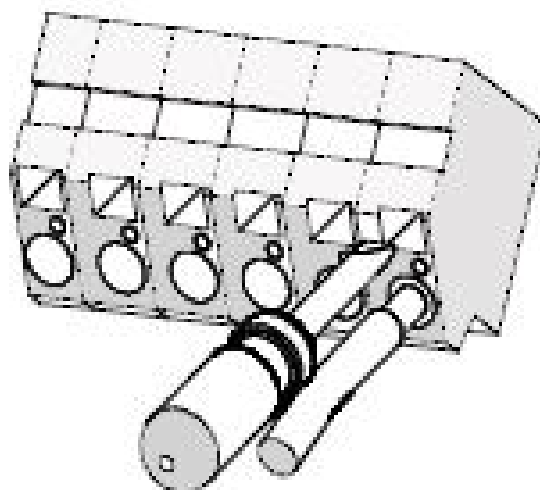
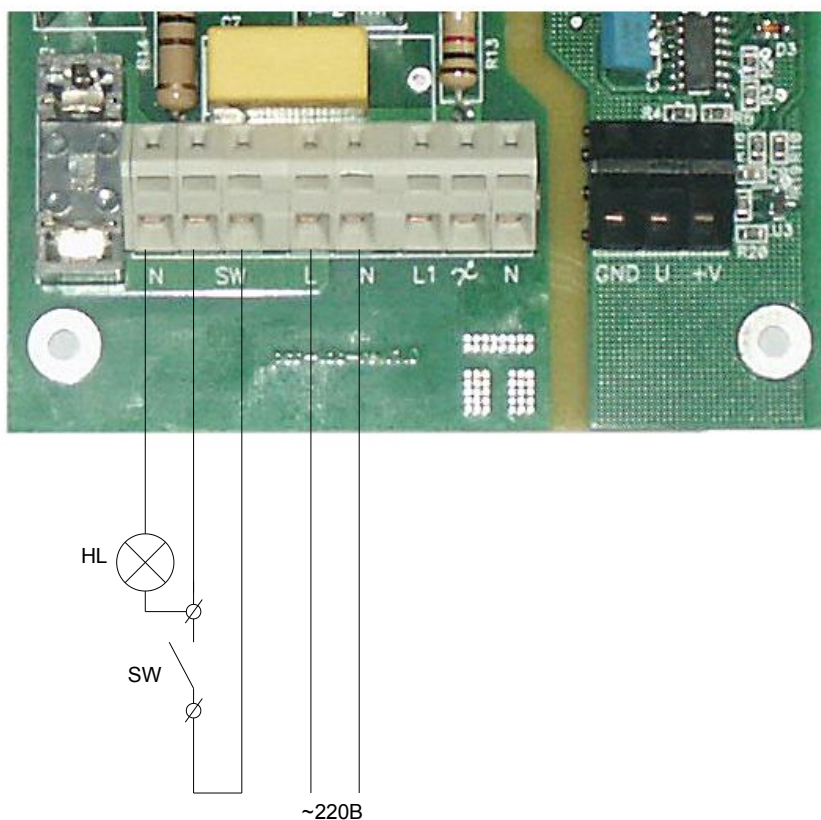

Рис. 2 Использование безвинтовых клеммных колодок
Рис. 3 Подключение прибора к сети 200-255В, 1 фаза, 50-60Гц.
Сеть должна подключаться к клеммам (L), (N), как показано на Рис. 3. Напряжение питания: 200-255В переменного тока, 50-60 Гц. В приборе применена клеммная колодка безвинтового типа. Для открытия зажима вставьте отвертку в верхний прямоугольный паз и нажмите до открытия зажима, как показано на Рис. 2. Вставьте провод в нижнее прямоугольное отверстие в корпусе клеммы и отпустите отвертку. Проверьте надежность соединения.